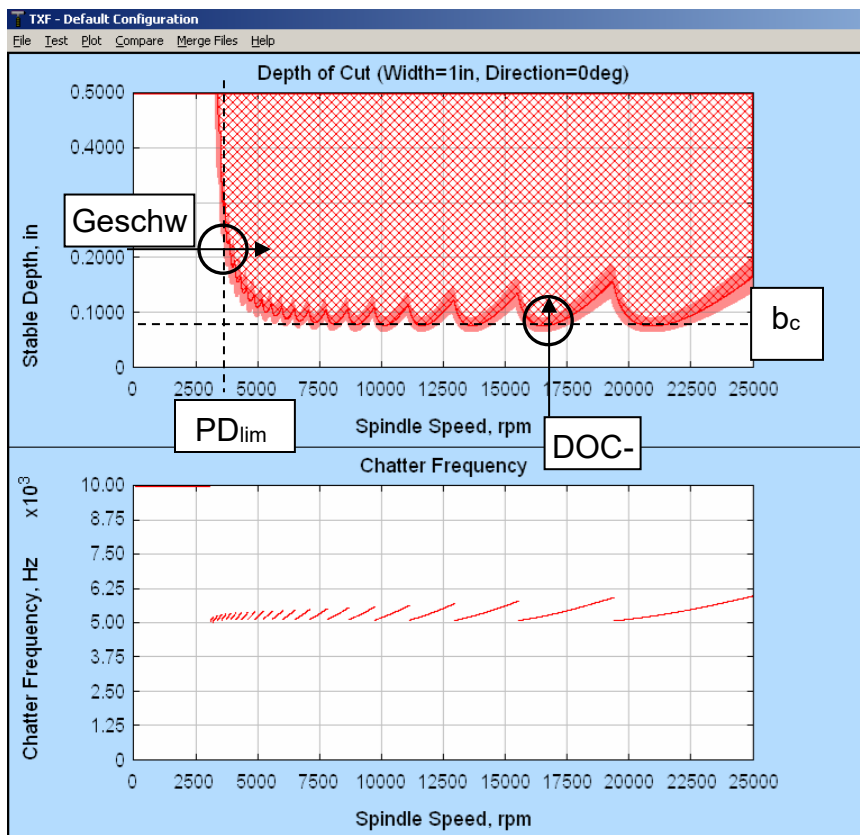

Abbildung25 : Stabilitätsdiagramm
In der Verfahrensbeschreibung beziehen wir uns auf das allgemeine Stabilitätsdiagramm in Abbildung25 .
- Wählen Sie bei einer hohen Drehzahl die „ungünstigste“ Spindeldrehzahl (~16250 U/min in Abbildung 25 ). Diese Spindeldrehzahl entspricht dem unteren Ende eines Lappens (d. h. einer Schnitttiefe, die einen kritischen Grenzwert ( $b_{cr}$ ) aus dem Stabilitätsdiagramm ergibt).
Für das Beispiel in Abbildung 25 würden Sie also mit einer Schnitttiefe von 0,04" oder 0,06" beginnen und dann in Schritten von 0,01" erhöhen.
- Bewerten Sie, bei welcher Spindeldrehzahl die Schnitttiefe asymptotisch auf ein Maximum ansteigt, gekennzeichnet als  $PD_{lim}$  (auf der linken Seite des Diagramms in Abbildung 25 ). Verwenden Sie  $\frac{1}{4}$  bis  $\frac{1}{2}$  dieser Drehzahl als Startdrehzahl. Verwenden Sie für die Schnitttiefe das Doppelte des Grenzwerts, der in den Schnitttiefe-Tests ermittelt wurde.
Für das Beispiel in Abbildung 25 liegt  $PD_{lim}$  bei 3750 U/min, sodass Sie bei 1875 U/min beginnen würden. Die Schnitttiefe würde zwischen 0,16" und 0,2" liegen. Sie würden Ihre Spindeldrehzahl für jeden Schnitt um 10 U/min erhöhen, was 3750, 3790, 3830, 3870 usw. ergibt, bis Sie ein Rattern feststellen.